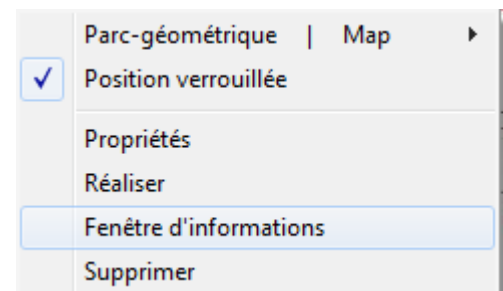

Figure 16
- *Contrôle vs contraintes définies dans l'Aire-parc* : cette option permet de comparer la disposition avec les contraintes définies dans un objet *Aire-parc*. Les éoliennes hors de l'*Aire-parc* sont signalées par une couleur différente, voir Figure 17. D'autre part, en faisant un clic droit sur l'objet *Parc-géométrique* et en choisissant *Fenêtre d'informations* dans le menu contextuel de la Figure 16 apparaît une fenêtre montrant une comparaison détaillée avec les contraintes définies dans l'objet *Aire-parc* choisi, voir Figure 17.